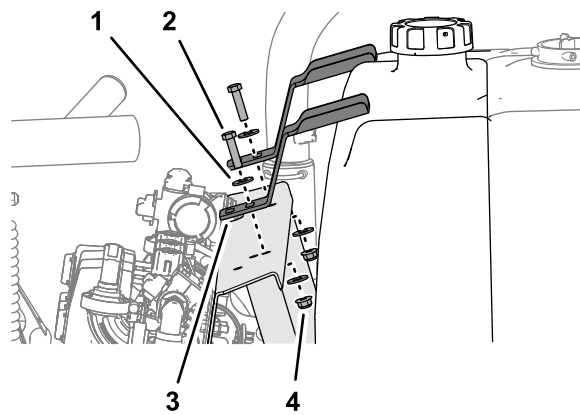

Figura 4
5. Togliete i 2 bulloni, le 4 rondelle e i 2 dadi di bloccaggio flangiati che assicurano le 2 staffe di fissaggio del serbatoio di lavaggio al supporto della valvola e rimuovete le staffe di fissaggio (Figura 4).